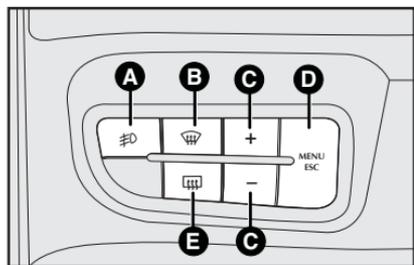

fig. 63
**A-fig. 63** - botón con indicación de función activada en el cuadro de instrumentos para activar/ desactivar los faros
Los faros auxiliares se apagan cada vez que la llave de arranque es puesta en **STOP**. Para encenderlos nuevamente es necesario presionar el botón **A-fig. 63**.
**B-fig. 63** - Botón con indicación de función activada en el cuadro de instrumentos para encender/apagar el desempañador del parabrisas (si está previsto). Funciona solamente con el motor en marcha.
**C-fig. 63** - Mando del My Car.
**D-fig. 63** - Menu ESC - My Car.
**E-fig. 63** - Botón con indicación de función activada en el cuadro de instrumentos para encender/apagar el desempañador de la luneta trasera. Funciona solamente con el motor en marcha.
El botón de mando **A-fig. 63** se habilita con el correspondiente LED si se instala el componente en el vehículo. Para la instalación de los faros auxiliares, se recomienda dirigirse a la **Red de Asistencia Fiat**.